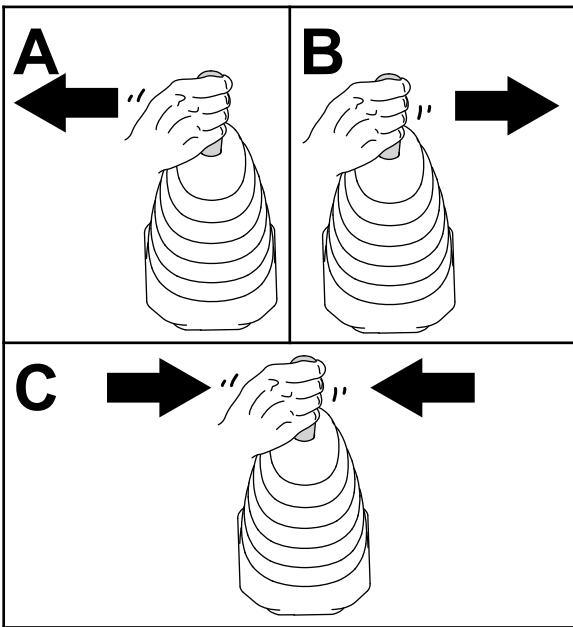

Bild 51
4. Bewegen Sie den Joystick des Laders nach links, rückwärts, und wieder zurück in die NEUTRALSTELLUNG, um den Druck an den Hydraulikkupplungen abzulassen (Bild 51).